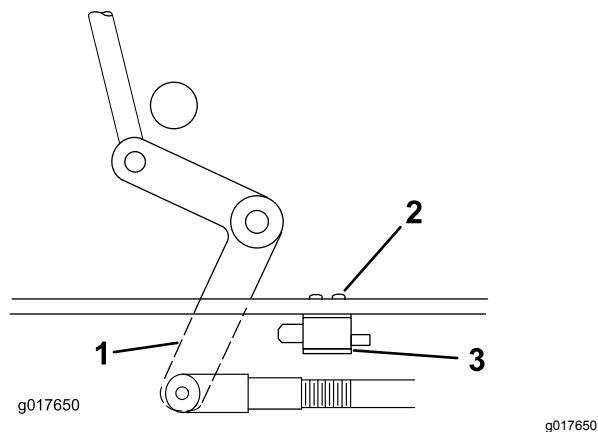

Figura 47
4. Si es necesario, ajuste el interruptor de seguridad de la TDF aflojando los pernos que sujetan el soporte del interruptor (Figura 47).
Importante: Asegúrese de que la palanca acodada no toca el cuerpo del interruptor, porque esto podría dañar el interruptor (Figura 47).